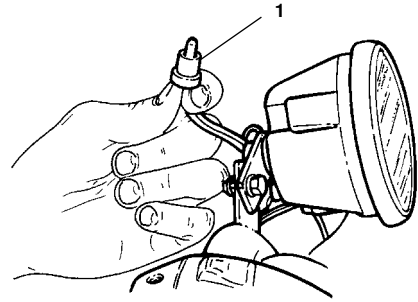

Fig. 50
- Die gewünschte Lampenfassung (1 - Fig. 50) herausziehen.